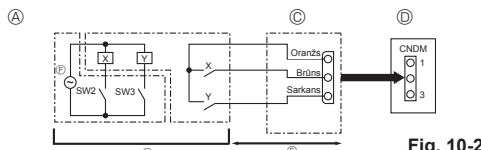

Fig. 10-2
10.2. Pieprasījuma funkcija (modifikācija objektā) (Fig. 10-2)